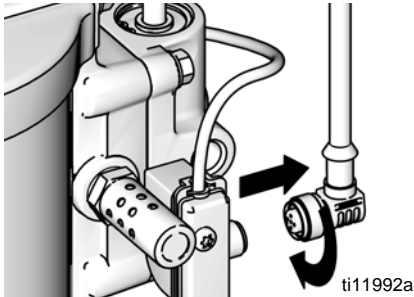

FIG. 9. Desligar o DataTrak
1. Retire o cabo da parte posterior da montagem do interruptor de lâminas. Consulte FIG. 9.